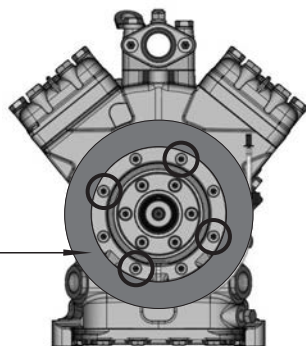

Fig. 9
- Spingere la bobina in sede e fissarla con le quattro viti a testa cilindrica M8 (fig. 9). Coppia di serraggio delle viti = 37 Nm.